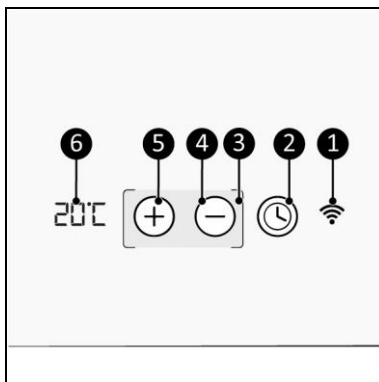

Figure 4
L'écran LED s'éteint automatiquement après ± 15 secondes. Touchez l'appareil entre les crochets (Figure 4, pos. 3) pour l'allumer à nouveau.